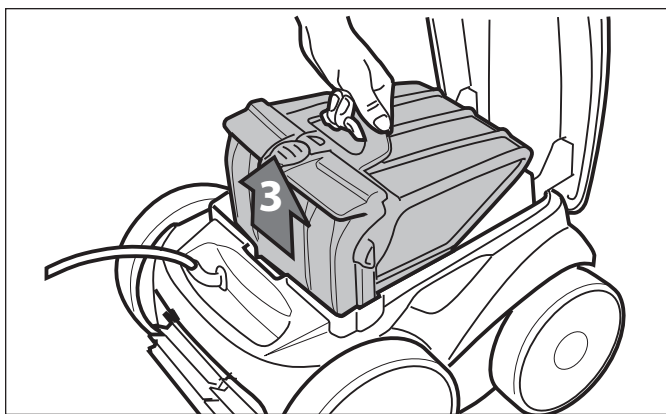

Figura 22. Remueva el ensamble del filtro
6. Retire el ensamble del filtro del cuerpo (3), como se muestra en la Figura 22.